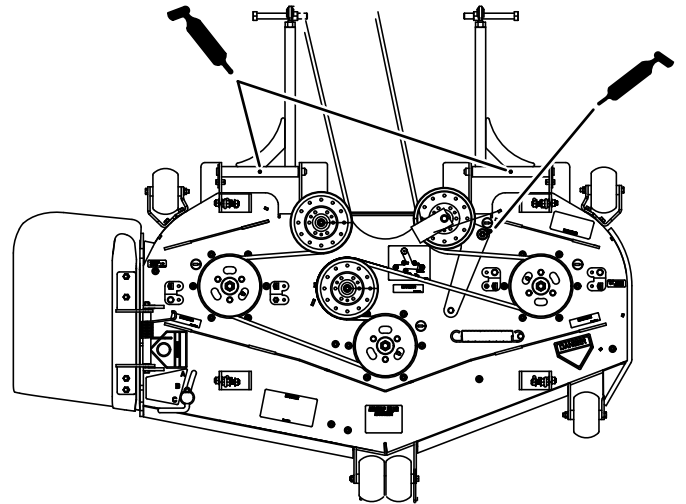

Figure 49
6. Graissez le bras de la poulie de tension sur le plateau de coupe (Figure 49).
7. Lubrifiez les graisseurs des bras de poussée (Figure 49).